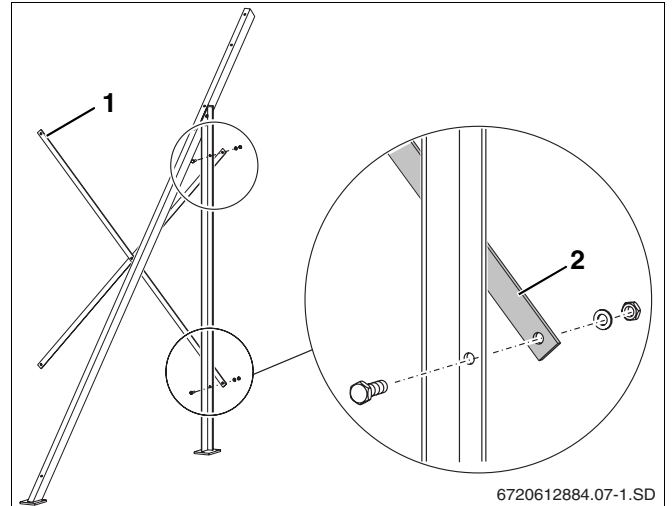

Fig. 6 Montaje de los soportes diagonales
- ▶ Para formar la cruz posterior atornille los dos soportes diagonales (fig. 6, **pos. 1**) en el centro mediante un tornillo M8 x 20, tuerca y arandela.
- ▶ Monte los apoyos premontados (fig. 6, **pos. 2**) en el apoyo corto vertical mediante tornillos M8 x 20, tuercas y arandelas. Apriete los tornillos solamente con la mano.